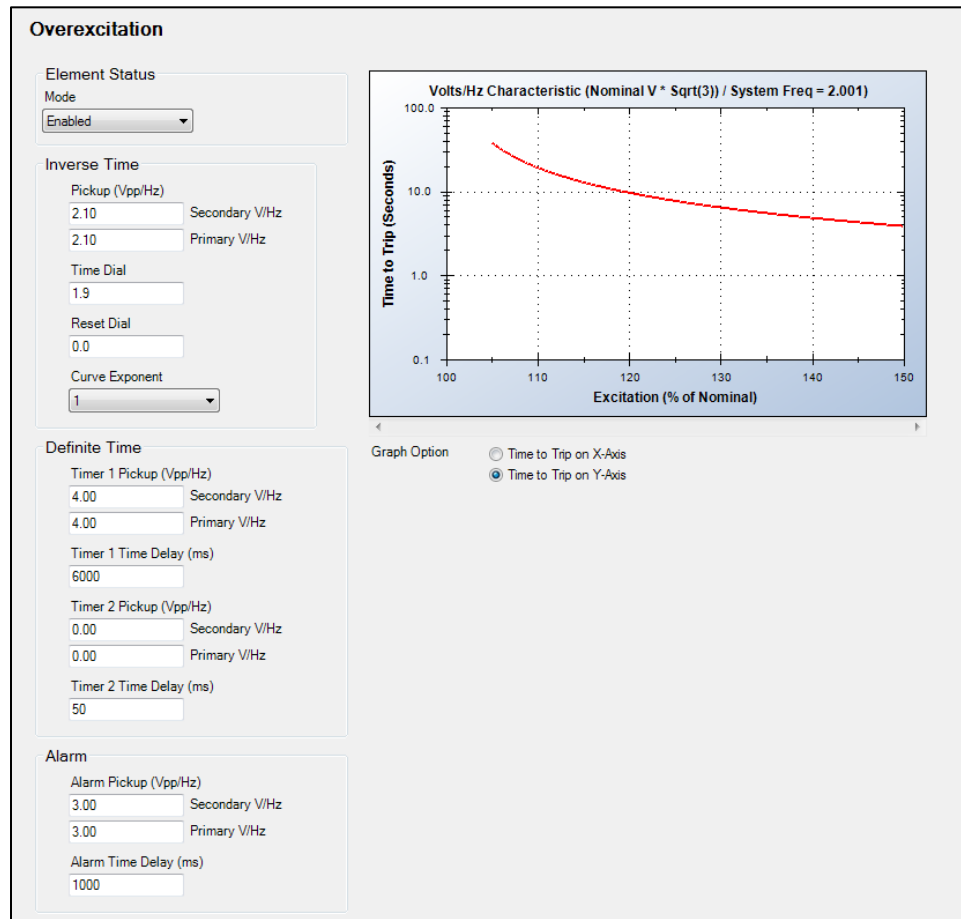

Figure 5-2. Écran des paramètres Surexcitation
Les paramètres de fonctionnement de surexcitation sont configurés à partir de l'écran des paramètres Surexcitation (Overexcitation) (24) (Figure 5-2) de BESTCOMSPlus.